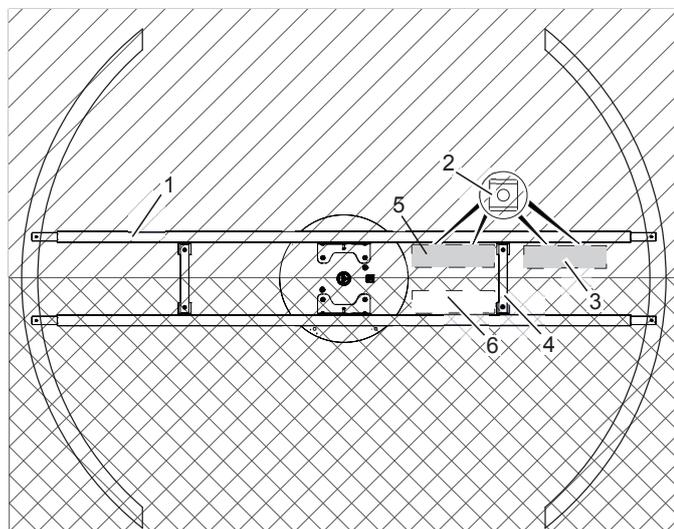
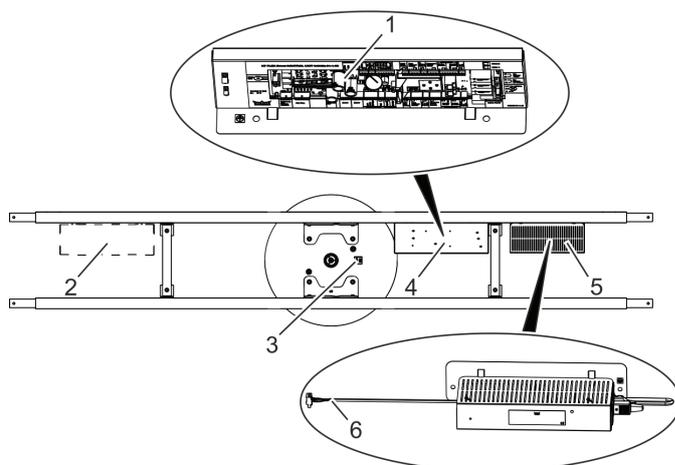

Рис. 95 Ходовые гайки для регулятора и источника питания
Рис. 96 Крепление регулятора и источника питания
1. Соблюдать указания по позиционированию регулятора и источника питания, приведенные на принципиальной схеме. Для дверей диаметром меньше 2,7 м источник питания нужно установить в указанное (рис. 95/6) положение.
Переместить ходовые гайки (2 шт.) (рис. 95/2) в паз (рис. 95/1) центральной оси в крепежные отверстия для источника питания (рис. 95/3).
2. Переместить ходовые гайки (2 шт.) (рис. 95/2) в паз (рис. 95/1) центральной оси для совмещения с крепежными отверстиями для регулятора (рис. 95/4).
3. Прикрепить регулятор (рис. 96/4) соединительной стороной (рис. 96/1) вниз в конструкции потолка.
Зафиксировать регулятор (рис. 96/2) путем установки крепежных винтов в ходовые гайки (набор винтов 34053601150).
4. Для карусельных дверей с меньшим диаметром источник питания (рис. 96/2) также может быть закреплен на противоположной стороне регулятора (рис. 96/4). Перед сборкой может понадобиться переместить кронштейн (рис. 95/4).
Зафиксировать источник питания (рис. 96/5) соединением для регулятора (рис. 96/6) к регулятору (рис. 96/4) (набор винтов 34053601150).
5. Соединить источник питания (рис. 96/3) с регулятором (рис. 96/2). См. принципиальную схему.
6. Соединить привод (рис. 96/1) с регулятором (рис. 96/2). См. принципиальную схему.